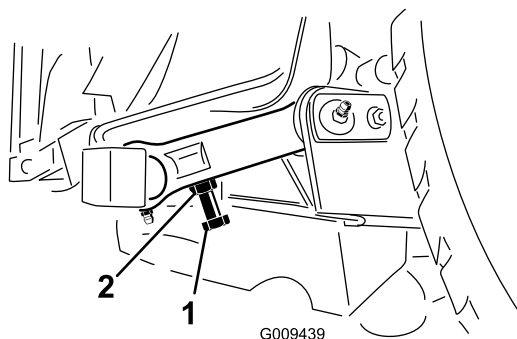

Bild 25
3. Sie können den Abstand mit der Einstellschraube am hinteren Gelenkverbindungsteil des Mähwerks einstellen (Bild 25). Lösen Sie die Klemmmutter an der Einstellschraube. Lösen oder ziehen Sie die Einstellschrauben an, bis ein Abstand von 10 bis 16 mm erreicht ist. Ziehen Sie dann die Klemmmutter fest.